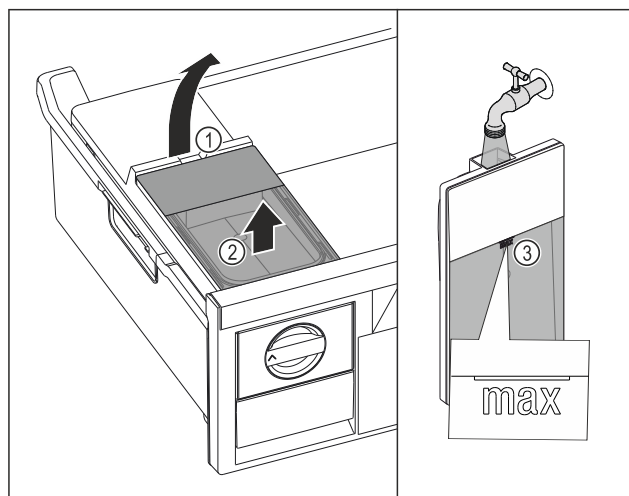

Fig. 156
- Zvedněte nádržku na vodu za vybrání Fig. 156 (1).
- Vyjměte nádržku na vodu nahoru. Fig. 156 (2)
- Naplňte nádržku na vodu pitnou vodou až po značku Fig. 156 (3).